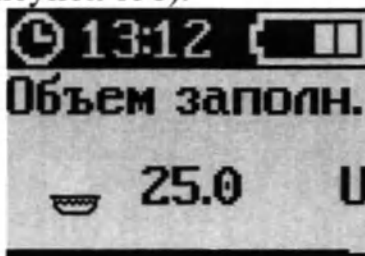

Рисунок 158 – Экран «ОБЪЕМ ЗАПОЛН.»
3. Нажать кнопку «ОК» (рисунок 158).